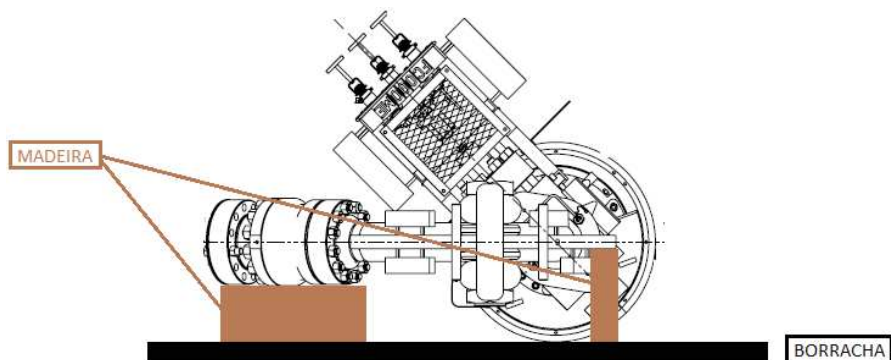

Figura 3: Posição de tombamento no convés.
3. O conector deverá ser apoiado em uma borracha e então descido controladamente até os calços de madeira (ou similar) posicionados conforme Figura 3.